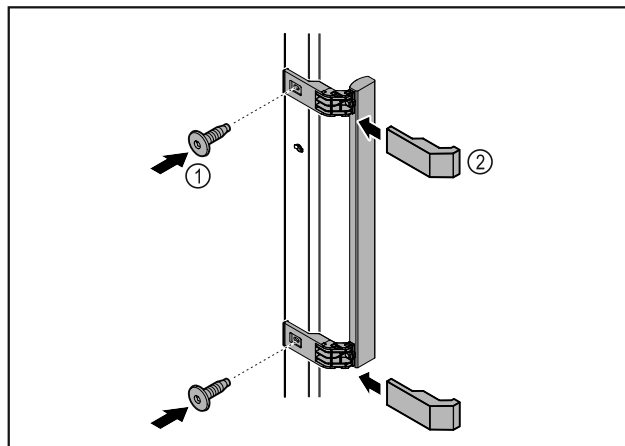

Fig. 64
- ▶ Szerelje fel az ajtóra a kilincset a csomagban található csavarok Fig. 64 (1) segítségével.
- ▶ Helyezze fel a fedelet Fig. 64 (2).